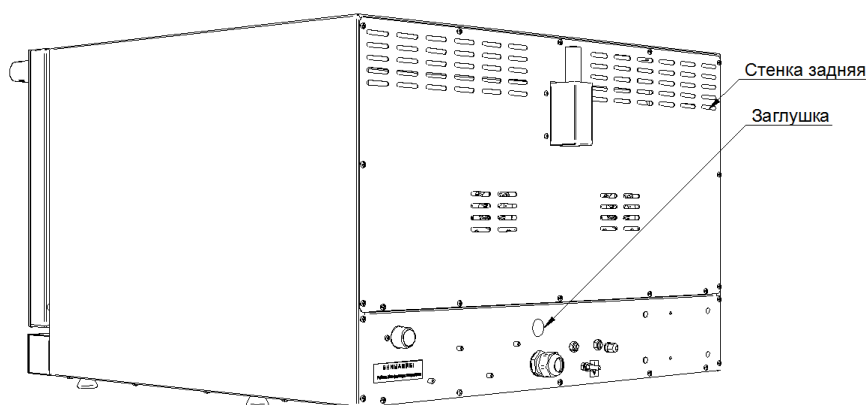

Рисунок 5
2. Снять стенку заднюю (верхнюю) конвекционной печи, открутив крепеж (см. Рисунок 5);
3. На задней стенке (нижней) конвекционной печи снять заглушку (см. Рисунок 5) и в отверстие установить гермовод PG11 из комплекта зонта. Пропустить через гермовод PG11 шнур питания из комплекта зонта.